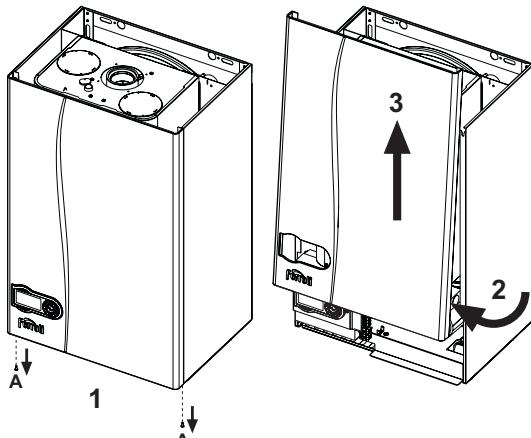

рис. 25 - Снятие кожуха
1. Отвинтите винты "A" (см. рис. 25).
2. Поверните кожух (см. рис. 25).